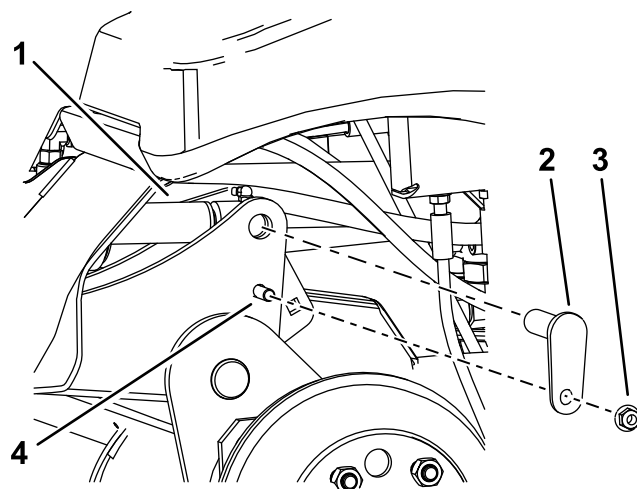

**Figura 9**
- B. Afloje la tuerca giratoria de la manguera conectada al orificio C1 del distribuidor hidráulico (Figura 9).